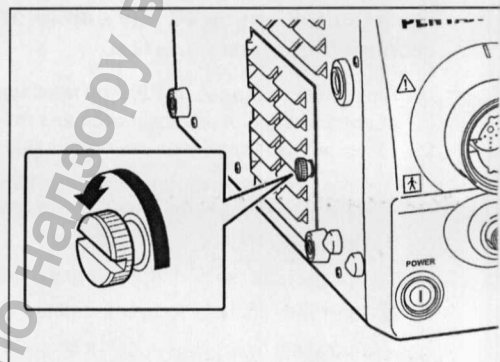

Рисунок 6.2
- 2 Поверните винт против часовой стрелки на крышке корпуса лампы и поднимите крышку, под которой находится картридж лампы. (см. рисунок 6.2.)